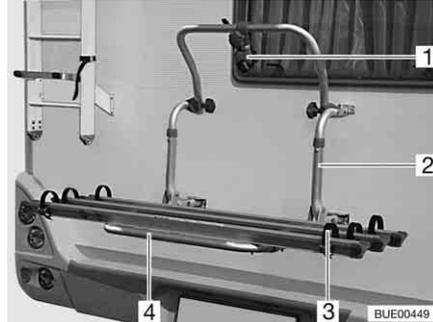

Fig. 3 Portabicicletas, no descendible
Con el portabicicletas (Fig. 3,2) se pueden transportar cómodamente 2 bicicletas. Es posible ampliarlo a 3 bicicletas.
- Plegar hacia abajo estribo telescópico giratorio (Fig. 3,4).
- Colocar las bicicletas y atarlas con correas de cierre rápido (Fig. 3,3).
- Sujetar la barra de arriostramiento (Fig. 3,1) al marco de la bicicleta exterior.